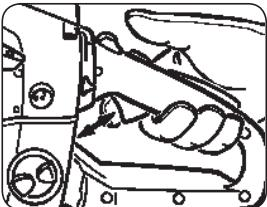

Fig. 7J
8. Attendez 10 secondes que le moteur chauffe. Appuyez et relâchez la gâchette (E) pour MARCHE AU RALENTI et passez à l'étape 9 (Fig. 7J).